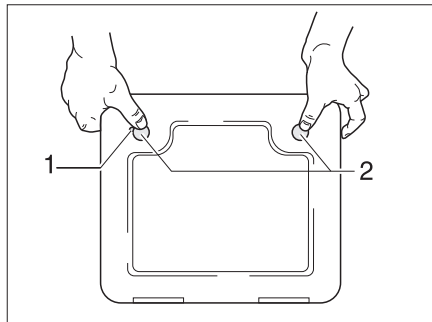

Fig. 260 Trampilla para el inodoro cassette
- Abrir la trampilla para el cassette en el exterior del vehículo. Para esto, introducir la llave en el cilindro de cierre del cierre a presión (Fig. 260,1) y girarla un cuarto de vuelta.
- Presionar ambos cierres a presión (Fig. 260,2) al mismo tiempo con el pulgar y abrir la trampilla para el cassette.